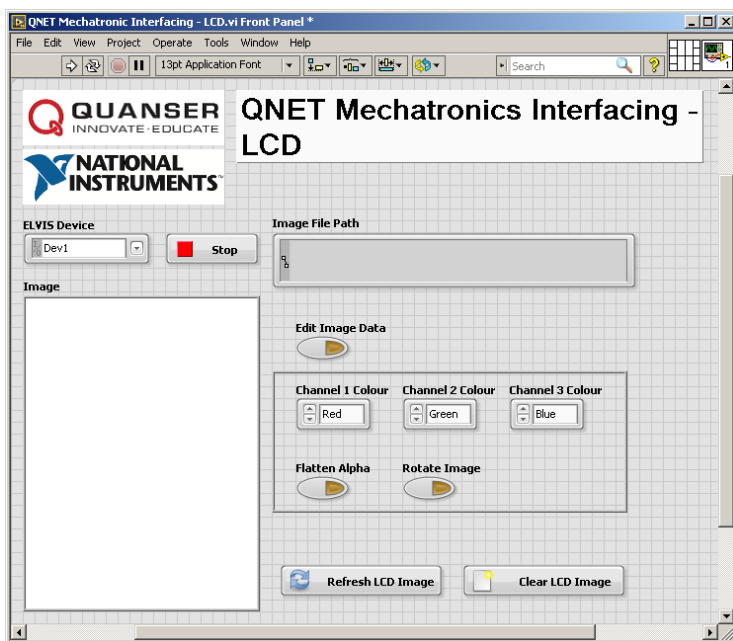

Рис. 2.16. Виртуальный инструмент для работы с ЖКИ
2. Убедившись, что выбрано правильное устройство ELVIS, запустите VI (рис. 2.16).